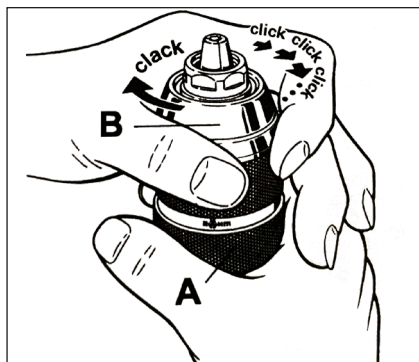

Figure 3: Fonctionnement du mandrin
3. Pour les perceuses équipées d'un mandrin auto-serrant à double manchon, saisissez les manchons A et B et tournez le manchon B dans le sens antihoraire pour desserrer et dans le sens horaire pour serrer les mâchoires du mandrin (voir la figure 3). Insérez l'accessoire d'environ 2 cm (3/4 po) dans le mandrin et serrez fermement en tournant le manchon B dans le sens horaire jusqu'à ce qu'elle s'enclenche. Le foret est fermement serré après une longue rotation et il n'y a plus de cliquetis du mandrin.